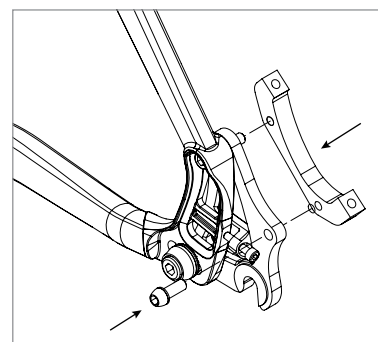

Figure 5
2. Monter l'adaptateur de frein à disque en utilisant la même vis pivot supérieure et une des vis fournies avec l'adaptateur de frein. En suivant les spécifications du fabricant, fixer en place la vis de l'adaptateur inférieure au frein. Appliquer du composé frein-filet sur les deux vis (figure 5).